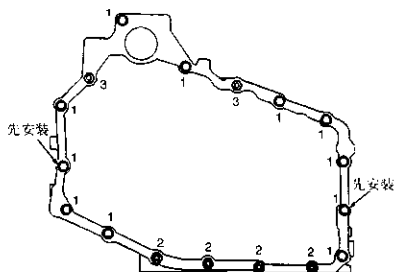

图2-56 识别壳体侧盖螺栓位置
1) 使控制阀体盖朝上放置变速驱动桥。拆下17个壳体侧盖(控制阀体盖)螺栓(图2-56)。拆下盖